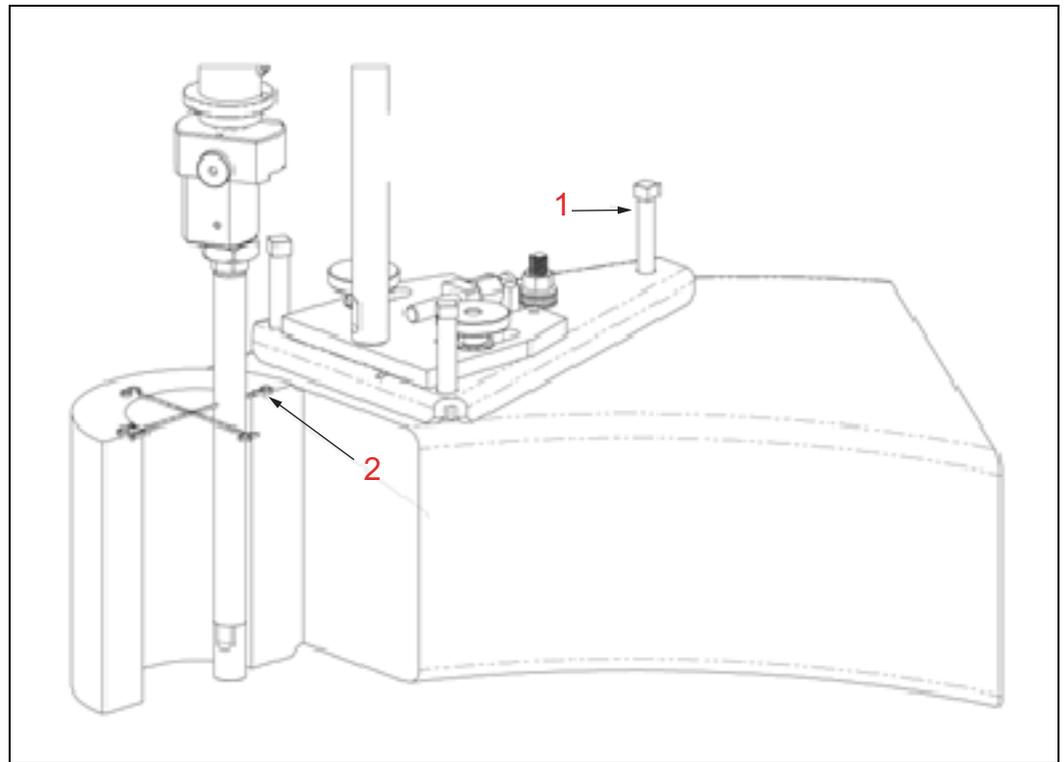

ABBILDUNG 3-6. AUSRICHTUNG AUF 6 UHR
5. Bewegen Sie den BoreWelder nach vorne oder hinten, bis sich die angebrachte Verlängerung in der 6-Uhr- oder 12-Uhr-Position der Bohrlochfläche nähert (siehe Abbildung Abbildung 3-6 auf Seite 45). Stellen Sie die hintere Hubspindel bei Bedarf so ein, dass die Verlängerung parallel zur Bohrung verläuft.